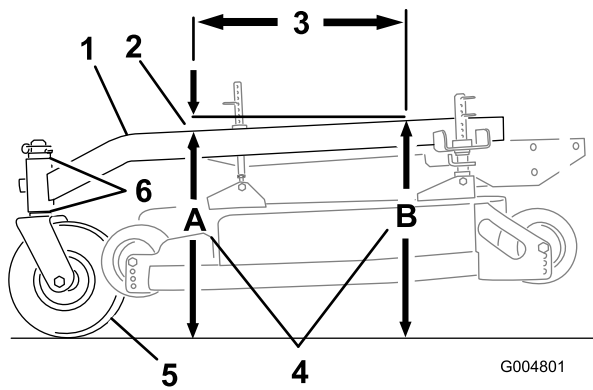

Figure 80
L'inclinaison avant/arrière du bâti porteur doit être comprise entre 3 mm (1/4 pouce) et 9 mm (3/8 pouce) sur 61 cm (24 pouce) de sa longueur (Figure 80).
1. Mesurez 61 cm (24 pouce) sur le bâti porteur (Figure 80).
- Mesurez la hauteur du bâti porteur au point **A** (Figure 80).
- Mesurez la hauteur du bâti porteur au point **B** (Figure 80).
- La hauteur au point **A** doit être inférieure de 3 à 10 mm (1/8 à 3/8 pouce) par rapport au point **B** (Figure 80).
- Si ce n'est pas le cas, déplacez les entretoises des roues pivotantes de manière à obtenir l'inclinaison voulue de 3 à 10 mm (1/8 à 3/8 pouce) (Figure 80). Déplacez les entretoises en haut ou en bas pour corriger l'inclinaison.